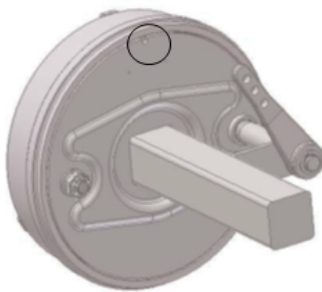

Figure 41 — Fenêtre de contrôle de l'usure des freins
- Contrôlez visuellement le jeu et l'usure des freins entre les garnitures et le tambour en regardant par la fenêtre de contrôle de l'usure des freins (voir la Figure 41). Quand la course du vérin augmente significativement, c'est signe qu'il y a de l'usure.